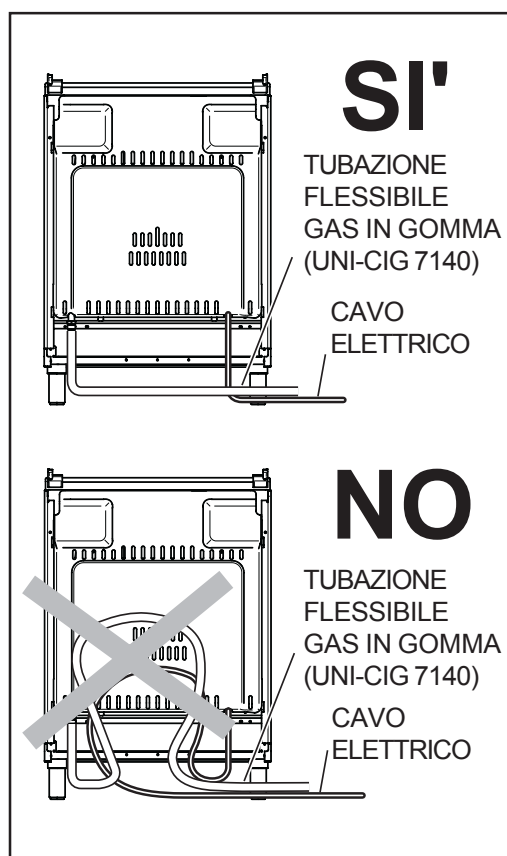

Fig. 25
- il tubo non deve raggiungere in nessun punto una temperatura maggiore di 30°C a quella ambiente; qualora il tubo flessibile, per raggiungere il rubinetto, debba passare dietro la cucina, deve essere disposto come da Fig. 25;